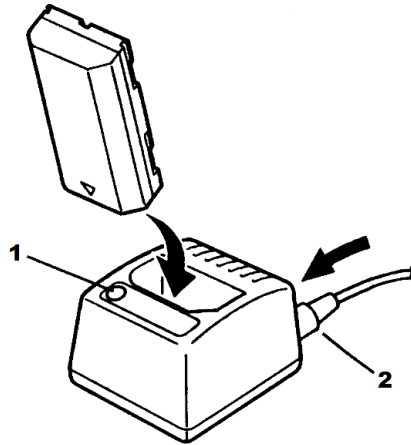

Figura 4. Diagrama del cargador de batería una sola ranura
- Conecte la salida del adaptador de CA en el puerto de entrada del cargador como se observa en la Figura 4.
- Simplemente coloque la batería en su lugar como se muestra en la Figura 4. Asegúrese de que los dos contactos dorados de la batería se ubiquen hacia abajo.